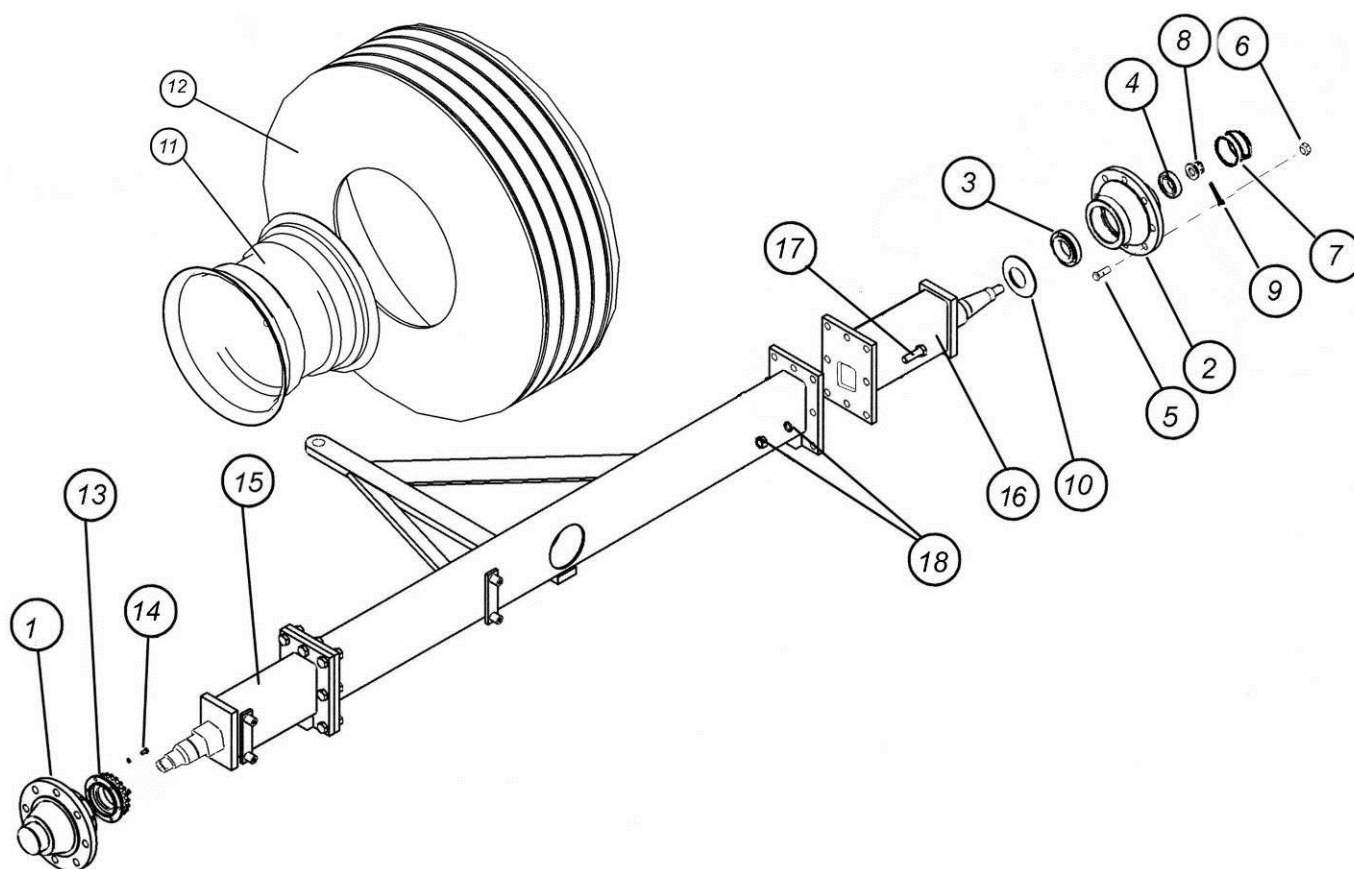

Рис. 7.2.18. Задняя ось двухосного бункера
7.2.18. Задняя ось 2-осного бункера (рис. 7.2.18)
7.2.18.1. Ось одноосного бункера V=6,5м³ (рис. 7.2.18.1)